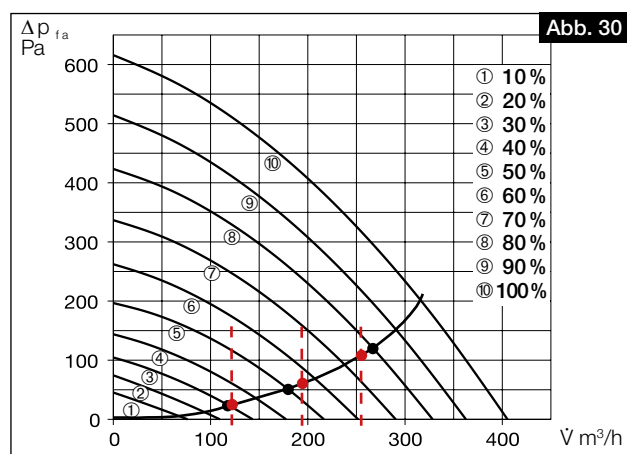

Abb. 30
- Werden die einzelnen Messpunkte verbunden, entsteht die Anlagenkennlinie für Zu- bzw. Abluft (vgl. Abb. 30).